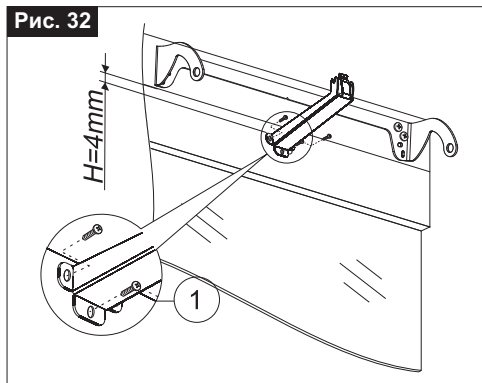

Рис. 33
- 8) **Рис. 33-** С помощью двух прилагающихся винтов (**Поз. 1**) закрепите электропривод на кронштейне;